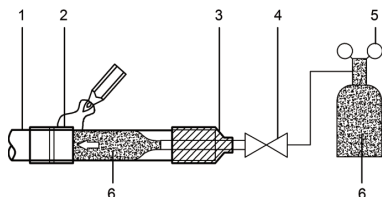

Рис. 6.3
- Если во время пайки труба заполнена азотом, необходимо снизить давление азота до 0,02 МПа с помощью редукционного вентиля давления. См. рис. 6.3